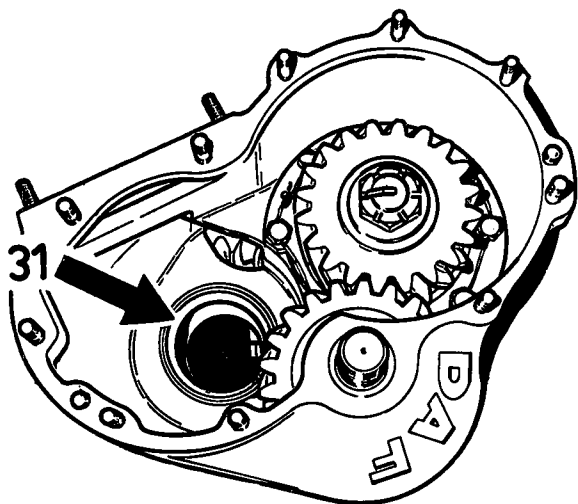

Fig. 4
6. Tik de buitenring van het rollager (31) in de boring in het huis (fig. 4).